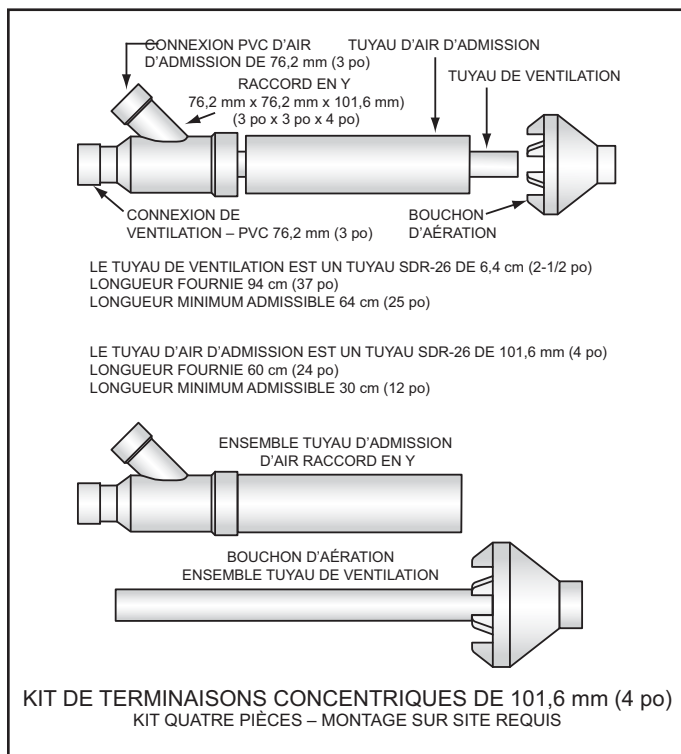
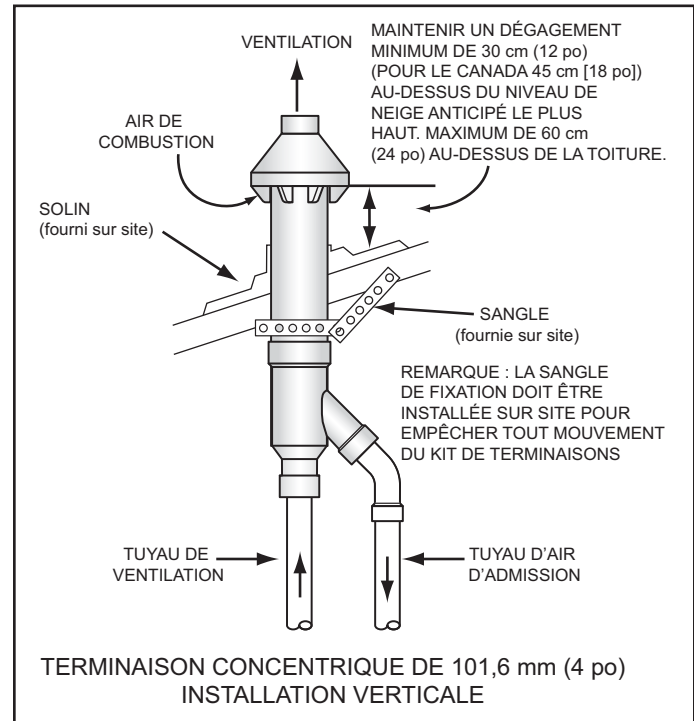
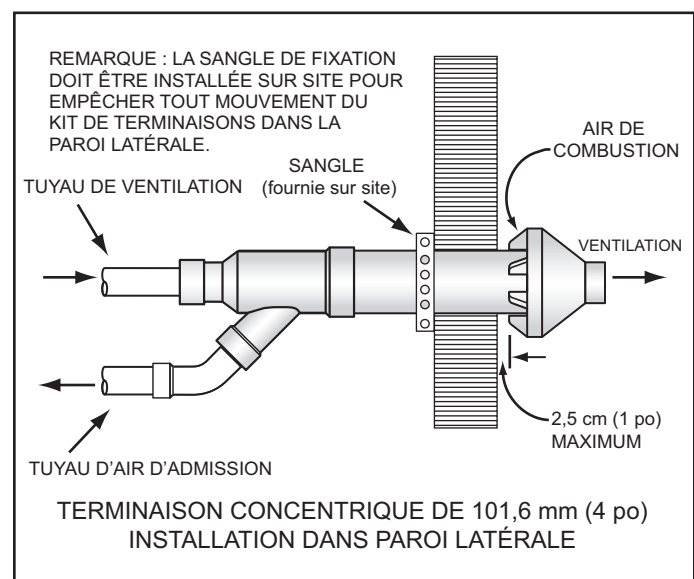

Figure 28
Figure 29
Figure 30
3. Lors de l'installation d'une terminaison concentrique verticalement à travers le toit, s'assurer que toutes les exigences de dégagement vertical extérieur pour la terminaison, illustrées à la Figure 29 à la page 30 sont maintenues. Ces dégagements et ceux cités par les codes locaux et nationaux doivent être maintenus.
Voir la Figure 28 à la page 30 pour les longueurs minimales admissibles pour la terminaison concentrique de 4 po.
Assembler et installer la terminaison concentrique de 4 po. Se reporter aux instructions des Figure 28, Figure 29 et Figure 30 :